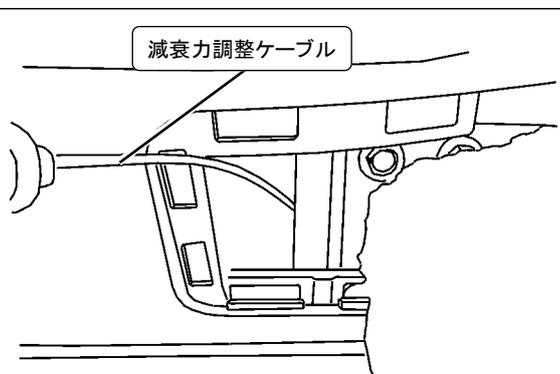

図4-2
5. アクスルビームをジャッキで下から支えながら、減衰力調整ケーブルを図の位置から車内を通し、ケーブルにダイヤルを取付け、スクリュで固定してください。スクリュの締付けは六角レンチ（1.5mm・同梱品）を使用してください。（図4-2）
④リアサスペンションASSYローア取付ボルト